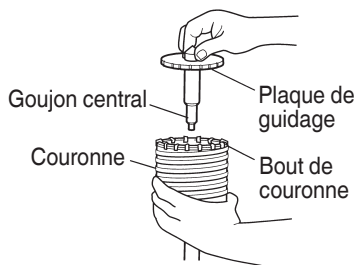

Fig. 17
- (3) Introduire le goujon central dans la plaque de guidage jusqu'à ce qu'il arrête.
(4) Engager la plaque de guidage dans la couronne et tourner la plaque de guidage à gauche ou à droite de manière à ce qu'elle ne puisse pas tomber, même si elle est orientée vers le bas. (Fig. 17)